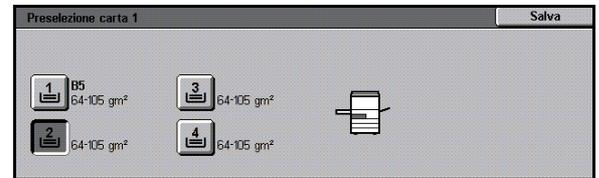

Fig. 44: Schermata Preselezione carta
- Se è stata selezionata un'opzione di Preselezione carta, selezionare l'icona del vassoio desiderato nella schermata Preselezione carta (Fig. 44).